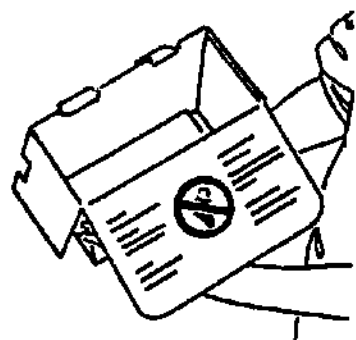

Рис. 5-4: Новый накопитель кассет с правильно отогнутыми крышками.
4. Разверните новый накопитель для кассет и вставьте его, отогнув крышки наружу. Проверьте, чтобы текст с инструкциями был направлен к двери и его можно было легко прочитать (Рис. 5-4).